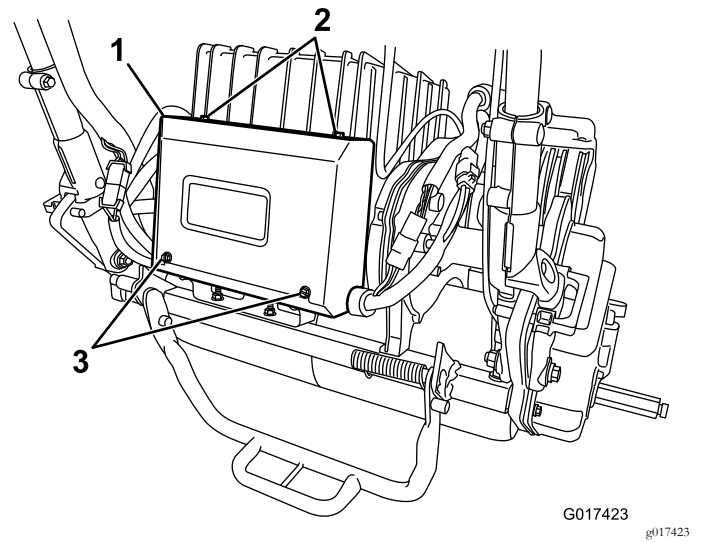

Bild 41
2. Entfernen Sie die zwei hinteren Schrauben vom Elektrokasten und lösen Sie die zwei oberen Schrauben; nehmen Sie dann die Kastenabdeckung ab (Bild 41).